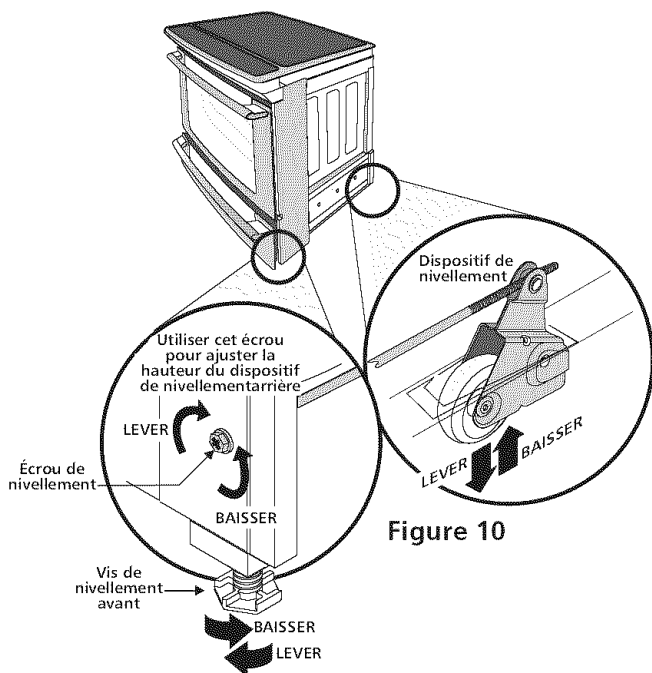

Figure 10
- Ajustez les pieds de l'appareil, comme décrit plus loin, jusqu'à ce que le dessous de la surface de cuisson s'appuie délicatement sur le dessus du comptoir et soit de niveau (Figure 10).